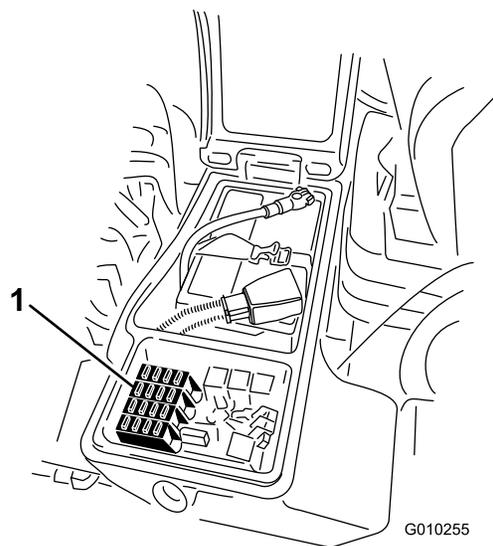
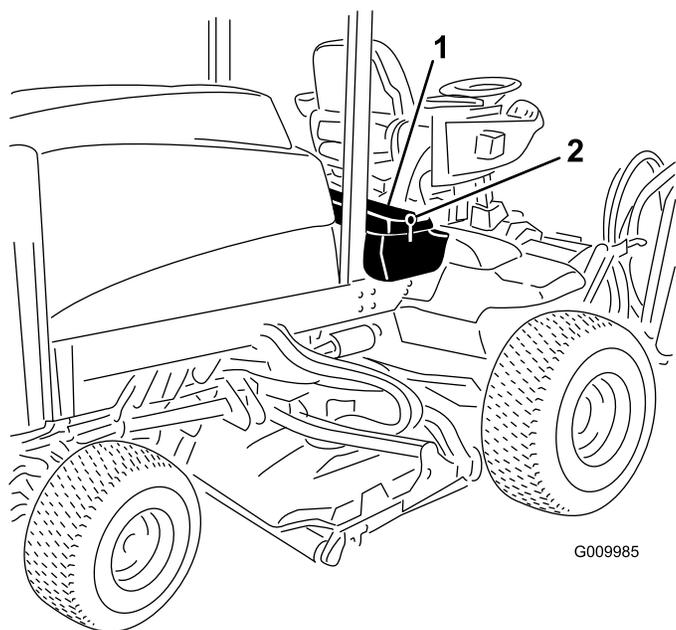

図 52
図 51
1. 右側の物入れのカバーのラッチを外してベルトカバーを外し図 51、ヒューズブロックを露出させる図 52。
3. 右側の物入れのカバーを閉じてラッチで固定する図 51。
2. 必要に応じてヒューズを交換する図 52。